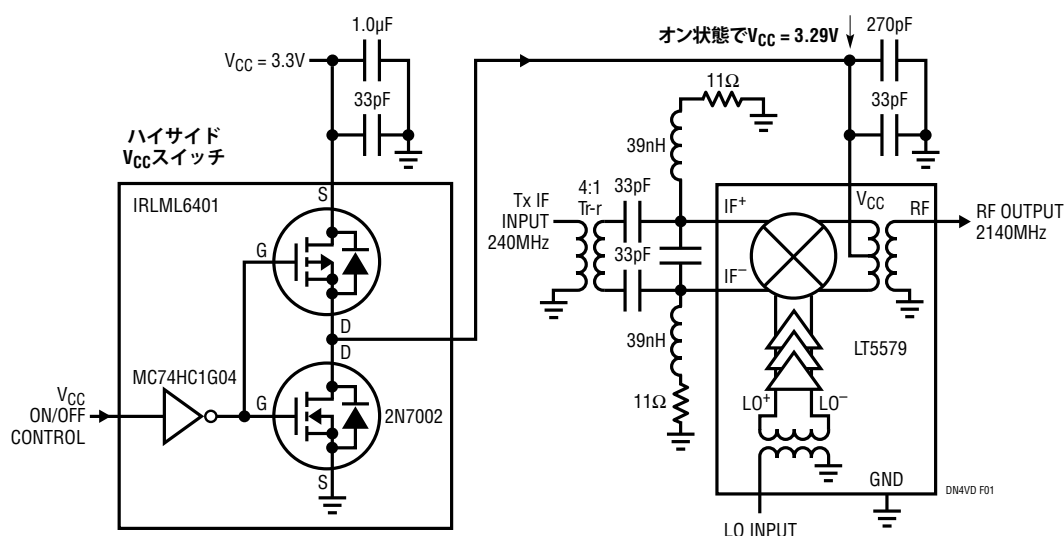
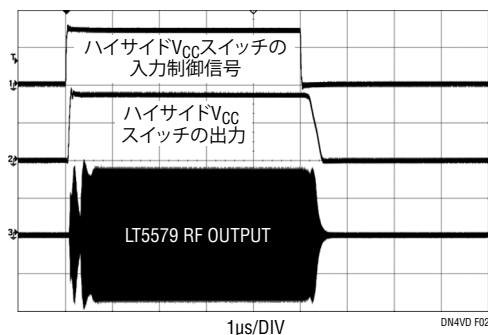

図 1. ハイサイド VCC スイッチ付きアップコンバーティング・ミキサ
図 2.  $V_{CC}$  のターンオンとターンオフの波形
図 1 のハイサイド VCC スイッチ回路には、RDS(ON) が 0.1Ω 未満の P チャネル MOSFET（IRLML6401）を使います。IRLML6401 のドレインからグラウンドに接続された N チャネル・エンハンスメントモード FET（2N7002）が、立ち上がり時間をさらに改善します。2N7002 の RDS(ON) は 4Ω 未満で、このアプリケーションに十分です。
LT5579 の消費電流が 220mA のとき、MOSFET 両端の電源電圧降下はわずか 11mV です。ハイサイド  $V_{CC}$  スwitch の応答時間を図 2 に示します。合計ターンオン時間はわずか 650ns で、合計ターンオフ時間は 500ns です。これらの測定は 2 個の RF バイパス・コンデンサ (33pF と 270pF) をミキサの  $V_{CC}$  ピンに使用して行いました。もっと高い値の RF バイパス・コンデンサを使うことができ、そうすればそれに応じて立ち上がり時間と立ち下がり時間が遅くなるでしょう。
図 1 に示されている LT5579 アップコンバーティング・ミキサ回路は 2140MHz の RF 出力周波数に最適化されており、その周波数で測定されました。図 2 の RF 出力のエンベロープには、 $V_{CC}$  スwitch がオンした後約 300ns のところに低落下箇所が見られ、約 500ns のポイントに別のもっと小さな低落下箇所が続いています。両方の低落下箇所は、ランプ中の電源電圧に対するミキサの内部帰還回路の反応を表しています。